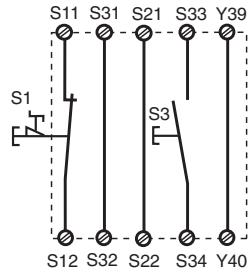

Fig. 3: Eingangskreis einkanalig, überwachter Start/Single-channel input circuit,
- Fig. 3, 4, 5, 6, 9:
- Fig 3, 4, 5, 6, 9: S13-S14 **not** connected